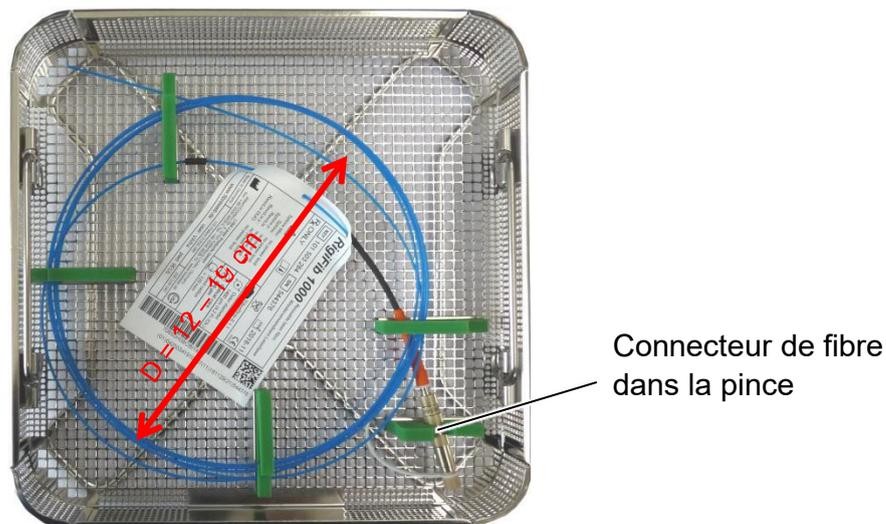

Figure 10 : Fibre optique laser dans le *SteriTray-F*
3. Placez d'abord le connecteur de fibre sur sa pince, puis fixez la fibre enroulée en utilisant les quatre autres pinces. Voir la Figure 10.